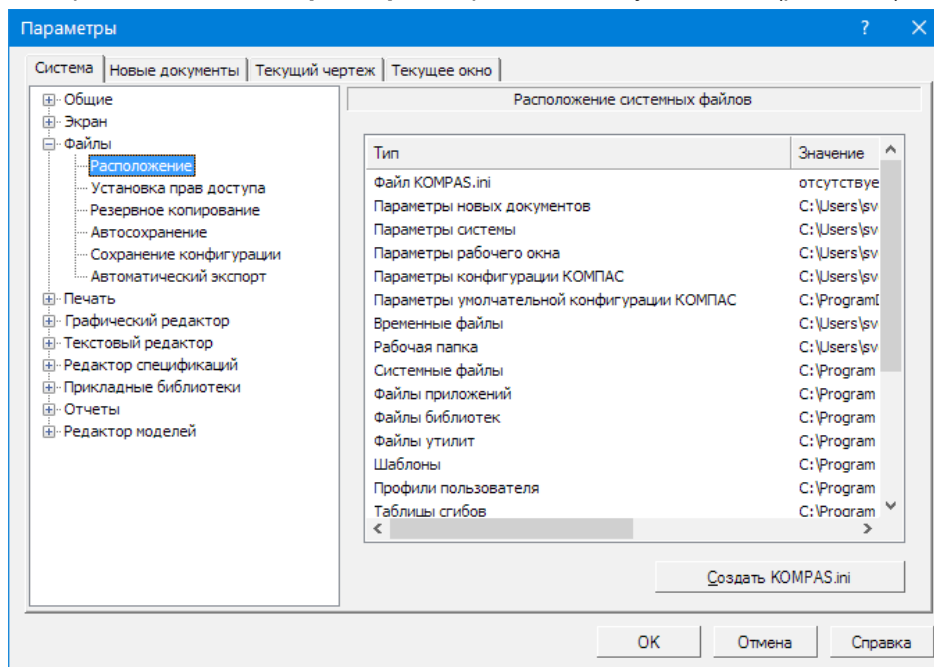

Рис. 4.68
3. В открывшемся окне **Параметры** откройте вкладку **Система** (рис. 4.68).